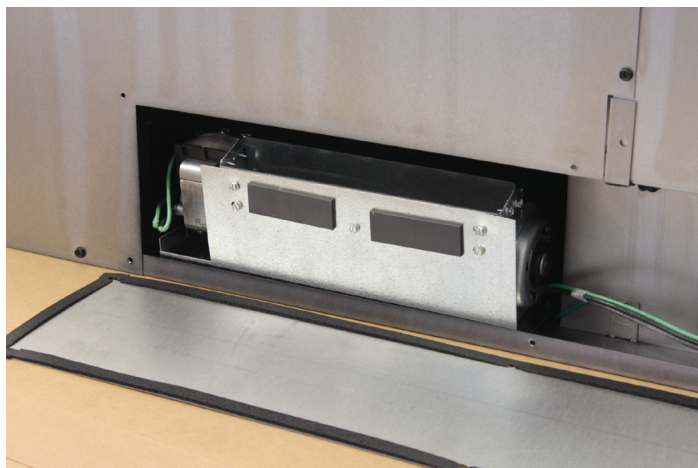

Figure 5
7. Terminer l'installation de la soufflante gauche de manière à ce que le bord gauche du support de la base de la soufflante soit à égalité avec le bord gauche de l'ouverture d'accès. Acheminer le câblage de manière à éviter la roue de la soufflante. **Voir Figure 5.**